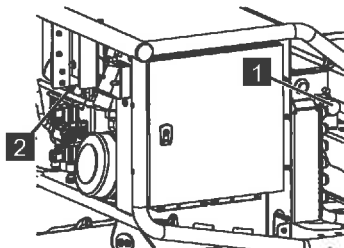

Abb. 194
3. Nach dem Servicebetrieb das Ventil [LS] (Abb.194/2) komplett heraus drehen, das Ventil [Stütze Kette] (Abb.194/1) gegen den Uhrzeigersinn entriegeln und die Abdeckhauben wieder anschrauben.